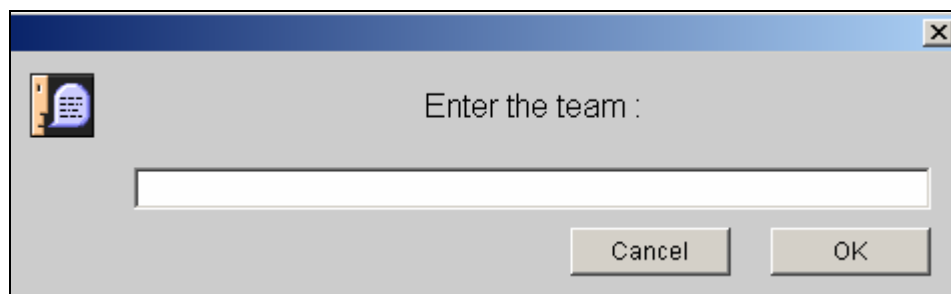

Рисунок 6: Запишите код бригады или номер товарища
**Бригада:** щелкните в зоне текста. Открывается диалоговое окно. Введите букву бригады и подтвердите ее (рис. 6).